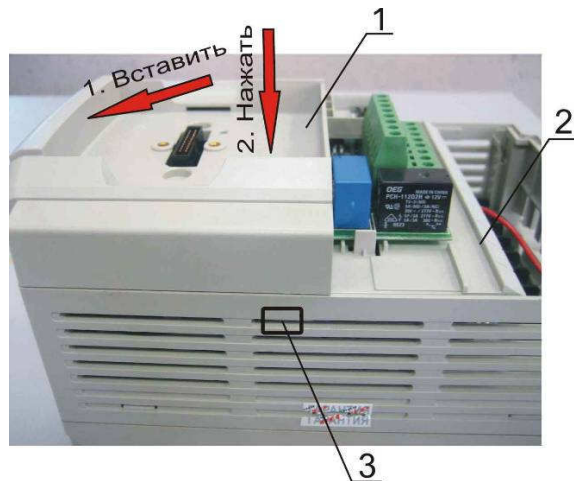

Рис. 7.18
7.10.1. Установить верхнюю часть корпуса (1), при этом фиксаторы (3) должны войти в отверстия средней части корпуса (2) (рис. 7.18).